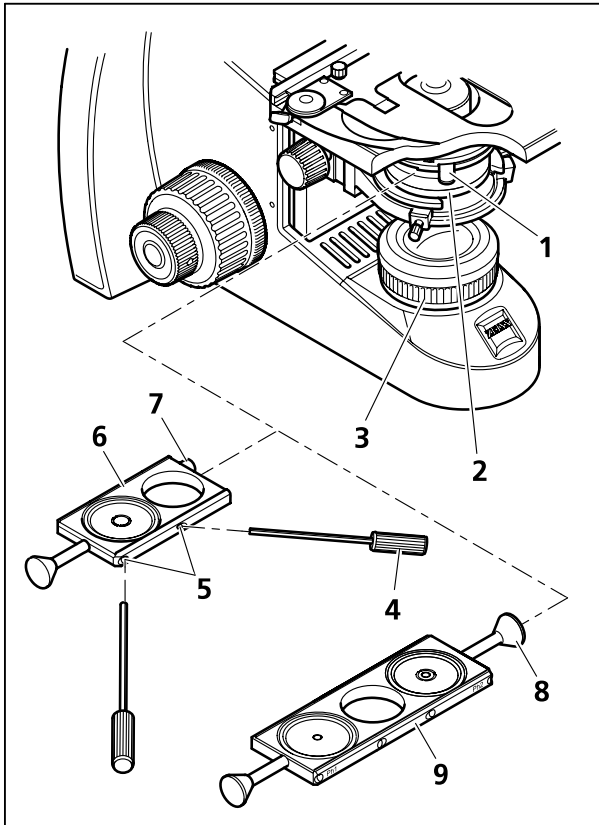
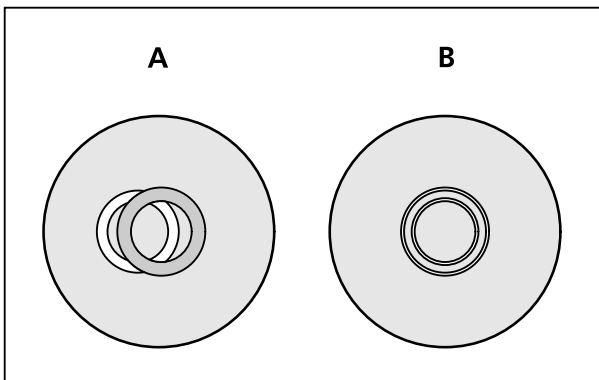

Figura 22 Inserir a correção
Figura 23 Centrar o diafragma anular
- Abrir o diafragma de campo luminoso (Figura 22/3), disposto no estativo, e, mediante a alavanca (Figura 22/1), o diafragma de abertura no condensador de Abbe (Figura 22/2).
- Dotar uma correção apropriada à objetiva utilizada de uma (Figura 22/6) ou duas (Figura 22/9) posições de contraste de fase (Ph).
- Correção Ph 1, Ph 2 ou Ph 3 (Figura 22/6): Desenroscar o parafuso (Figura 22/7). Introduzir a correção a partir da esquerda no condensador de Abbe e reapertar o parafuso (Figura 22/7).
- Correção Ph 1 / H / Ph 2 (Figura 22/9): Desenroscar o manípulo (Figura 22/8), disposto no lado direito. Introduzir a correção (Figura 22/9) a partir da esquerda no condensador de Abbe (as inscrições Ph 1 e Ph 2 podem ser lidas de frente, estão em posição vertical e com os lados não invertidos). Enroscar o manípulo de novo.
- Controlar o estado de centragem do diafragma anular com base na representação na Figura 23. Tirar para isto uma ocular e substituí-la pela dioptra.
- Se necessário, proceder à centragem do diafragma anular (Figura 23/A), mediante os dois parafusos de ajuste da corrediça (Figura 22/5) e com ajuda das duas chaves para parafusos sextavados internos SW 1,5 (Figura 22/4), até que a representação corresponda à Figura 23/B.